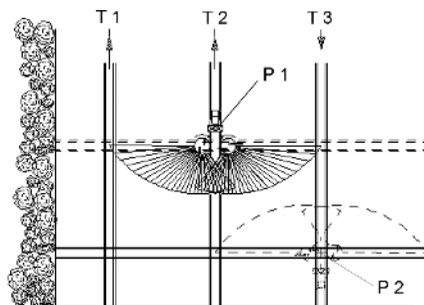

Fig. 50
**Apertura de la corredera** durante „marchas de ida“ aproximadamente **en el punto P1** (Fig. 50), cuando el remolcador pasa la 2ª rodada de la zona de retorno (línea punteada).
**Cierre de la corredera** durante „marchas de regreso“ **en el punto P2**(Fig. 50), cuando el esparcidor se encuentra a la altura de la primera rodada de la zona de retorno.